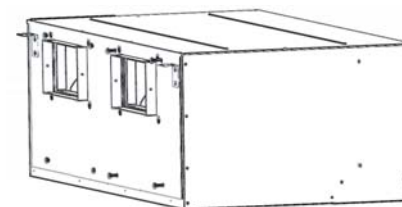

Рис. 3
- 4) Отвинтите 4 винта M8 в лицевой панели кондиционера (Рис. 3).